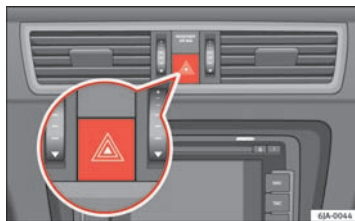

Fig. 59 Kombiinstrument: kontakt til havariblink
- Tryk på kontakten ⇒ Fig. 59 for at tænde eller slukke havariblinket.